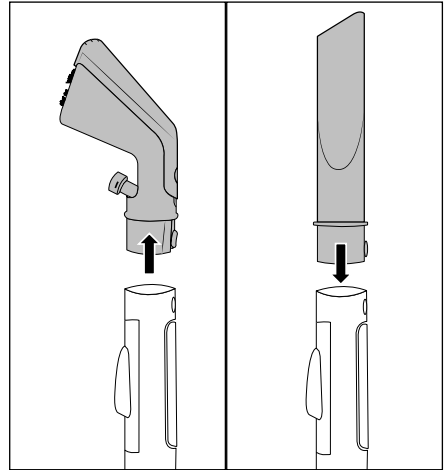

Abb. 8
- ◆ Drücken Sie die Verriegelungstaste 25/32 und ziehen Sie die Polsterdüse 22 oder die Fugendüse 24 vom Sprüh-/Saugschlauch 19 ab (siehe Abb. 8).